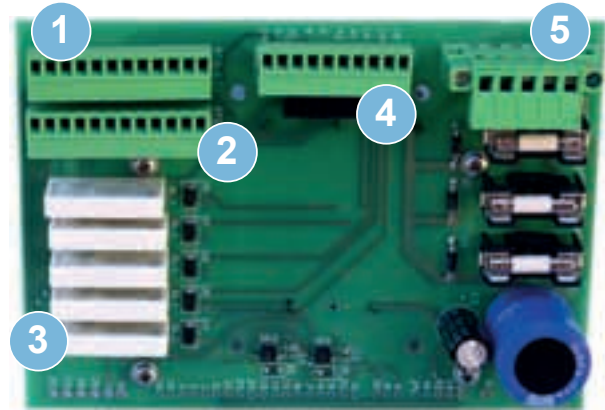

Рис. 1
- Плата питания и согласования (ППС) (рис. 1).
Плата питания и согласования (ППС) (рис. 1)